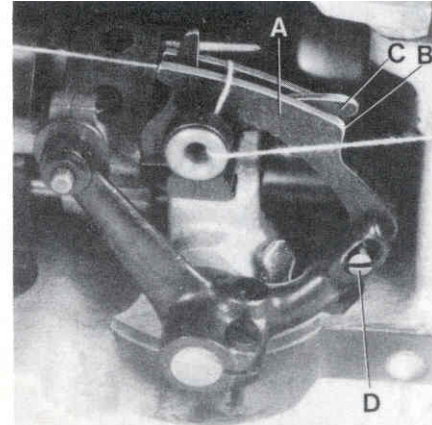

Fig.11
On the two thread double locked stitch styles, the height of the looper thread take-up (A, Fig. 11) is set so, that the cast-off hook (C) forces the looper thread over the corner (B) of the looper thread take-up (A) at the time the point of the descending needle is flush with the lower edge at looper or projects up to 1 mm (.040") below the lower edge of looper.
For setting the looper thread take-up loosen screw (D, Fig. 11) When needle point is positioned above the lower edge of looper, the looper thread take-up (A) has to be raised accordingly. When the needle point is positioned more than 1 mm (.040") below the lower edge of looper, the looper thread take-up (A) has to be lowered accordingly. Retighten screw (D).
Bei den Zweifaden-Doppelkettenstichmaschinen wird die Höhe des Greiferfadenaufnehmers (A, Fig. 11) so eingestellt, daß der Greiferfadenabzugshaken (C) den Greiferfaden zu dem Zeitpunkt über die Ecke (B) am Greiferfadenaufnehmer (A) zieht, wenn die Spitze der sich nach unten bewegenden Nadel mit der Unterkante des Greifers bündig ist oder bis zu 1 mm unterhalb der Greiferunterkante steht.
Zur Einstellung des Greiferaufnehmers lösen Sie die Schraube (D, Fig. 11).